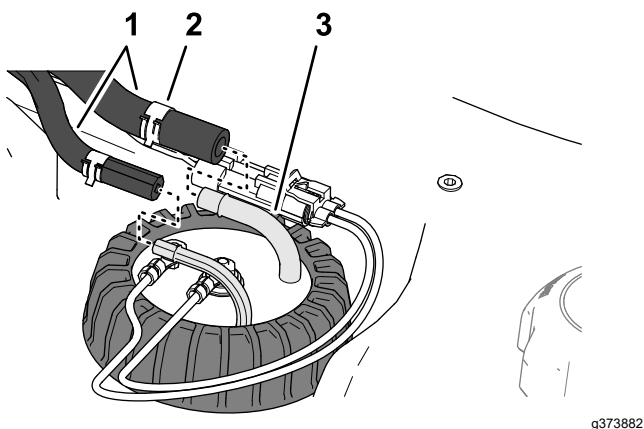

Рисунок 125
4. Сдвиньте зажимы, которые крепят шланги к штуцерам датчика уровня топлива, идущие внутрь, и снимите шланги со штуцеров (Рисунок 125).